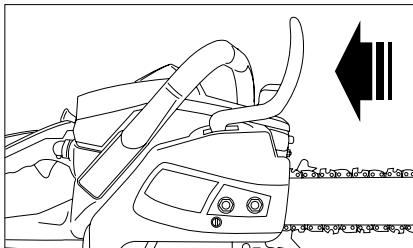

Fig. 4
2. Coloque el protector del freno de la cadena en la posición de funcionamiento tirando de la palanca hacia usted. Asegúrese de que la cadena gire alrededor de la barra (fig. 4).